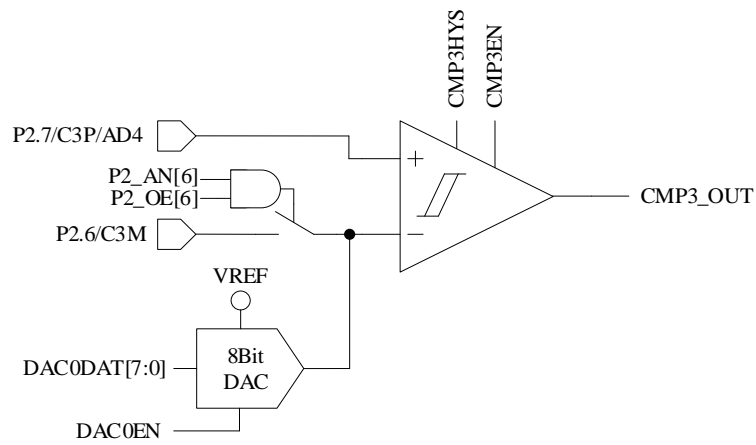

图 29-2 单比较器输入模式
- 配置 CMP\_CR1[CMP3MOD] = 00，CMP3 为单比较器输入模式，具体输入输出端口及接法如图 29-2 所示